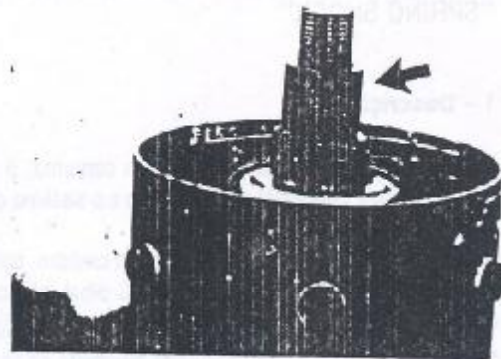

Figura 4.13.4 - Espaçador superior da haste.
5. Remover o espaçador e a arruela superiores da haste (Figura 4.13.4).
14. Instalar a arruela e o espaçador superior da haste (Figura 4.13.4).